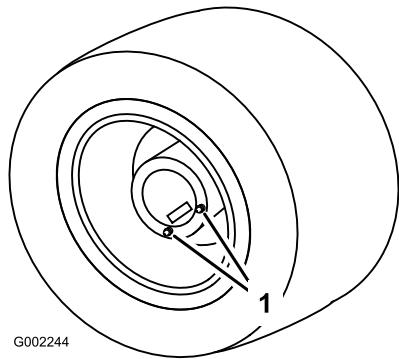

図 46
- 平らな場所で、点検/ドレン・プラグが一番下の位置（ドレン位置）にくるようにして駐車する図 46。
3. ドレン・プラグの下に容器を置き、プラグを外す (図 46)。